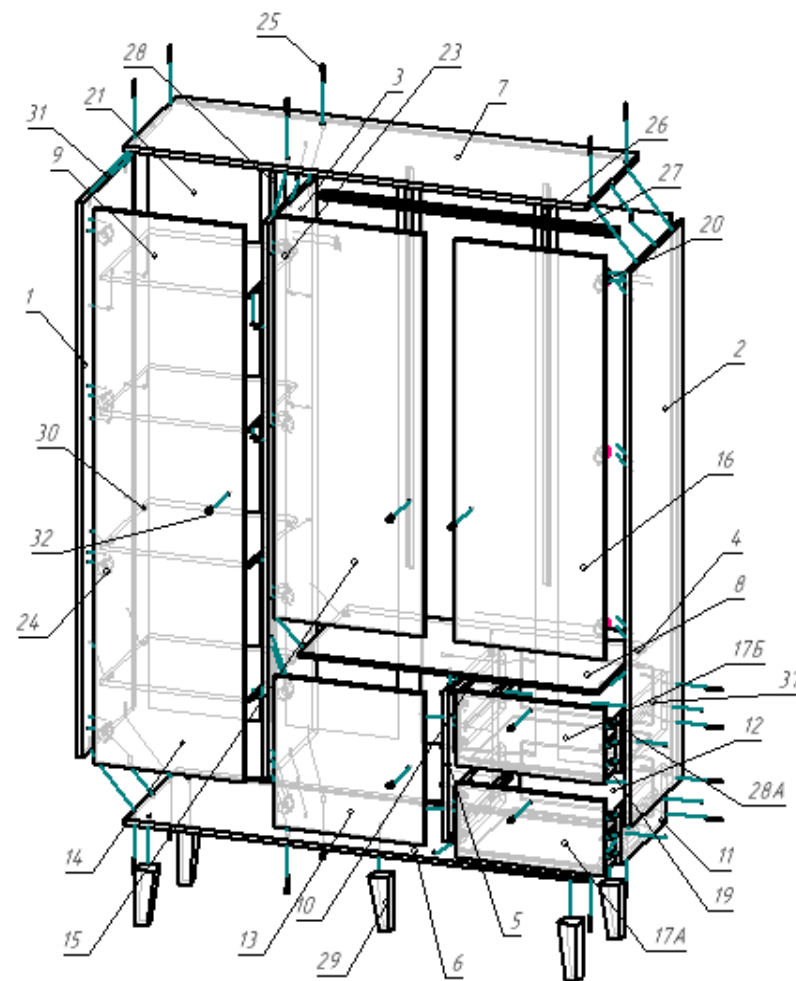

Рис.1 Сборка корпуса
4. К низу шкафа (6) закрепить опоры (29) с помощью винтов-конфирматов (25). Корпус шкафа собрать в горизонтальном положении. Боковины шкафа (1,2), перегородку (5) соединить с верхом (7) и низом (6) с помощью винтов-конфирматов (25) и шкантов (31) (рис.1). После сборки корпуса поднять шкаф в вертикальное положение.